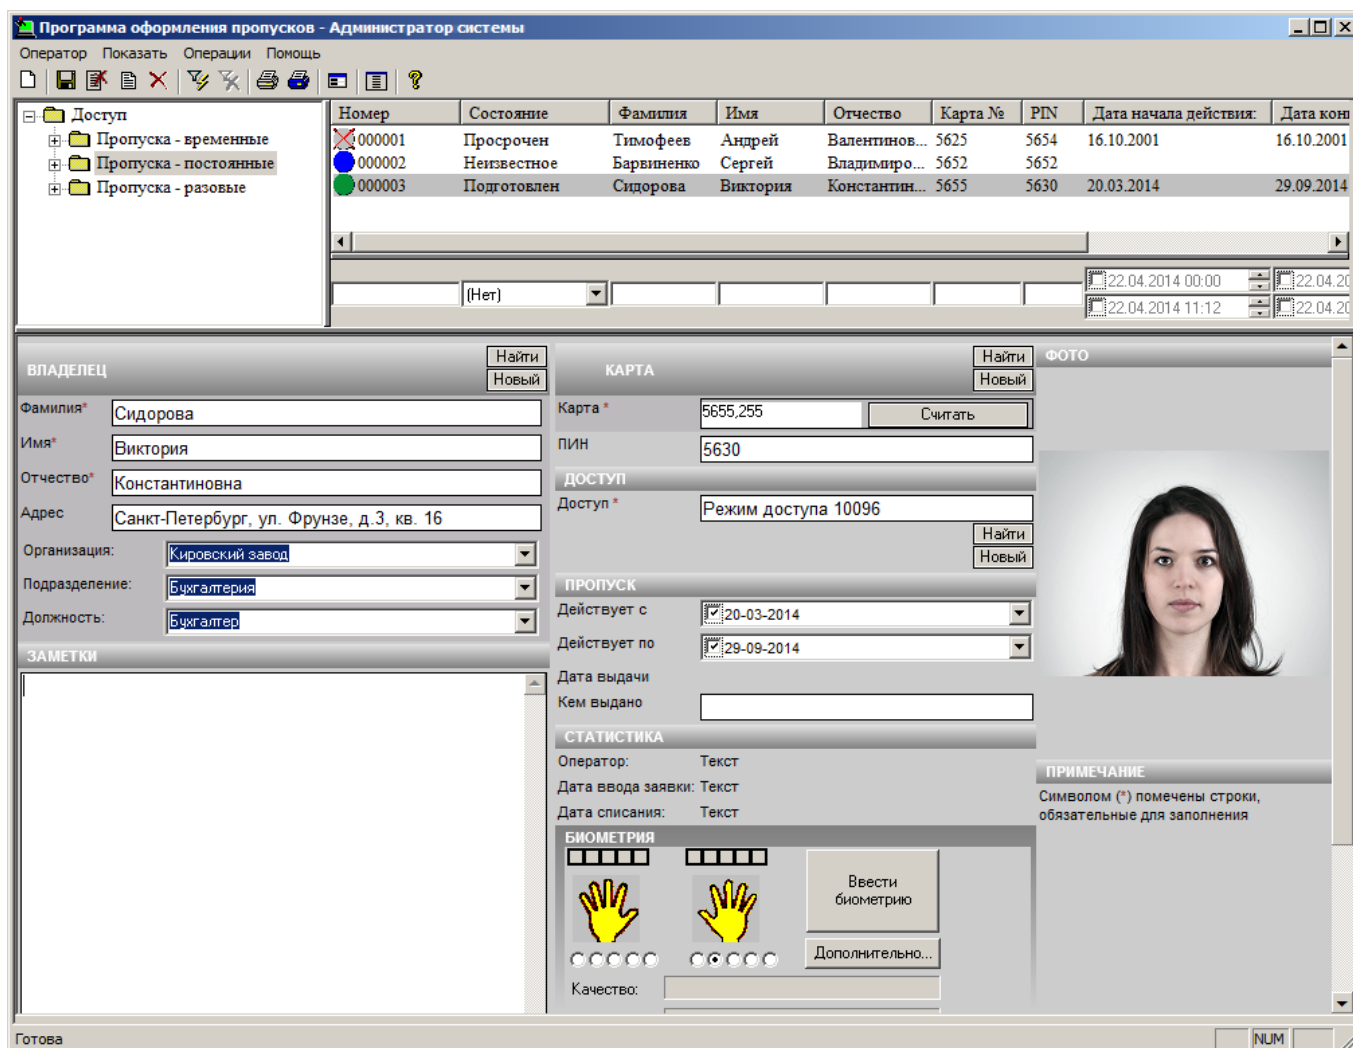

Рисунок 24 – Окно «Программы оформления пропусков»
- Запустите «Программу оформления пропусков». В окне авторизации введите имя оператора **sysdba**, пароль **Masterkey9600613**. Окно программы разделено на три области (рисунок 24): в левом верхнем окне показана папка **Доступ** с иерархией дочерних папок **Пропуска**; в правом верхнем окне — настраиваемый список **Пропусков**; в Нижнем окне располагается форма пропуска, поля которой заполняют данными о пропуске. В верхней части окна программы размещено стандартное меню и панель инструментов.